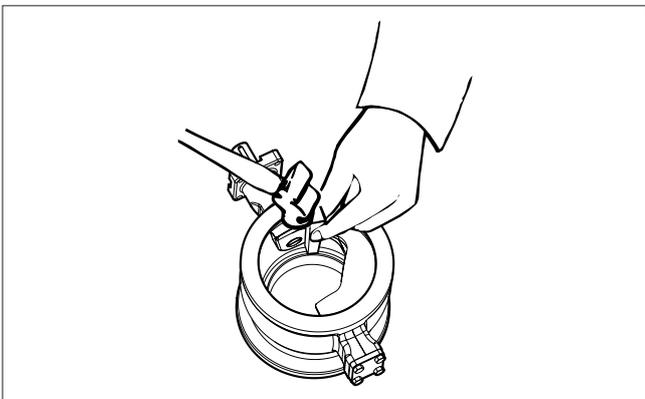

Fig. 31 Finition avec mandrin en plastique
- S'assurer à l'aide d'un mandrin en plastique que le siège est bien en place et que ses mouvements ne sont pas entravés. Cf. figure 31.